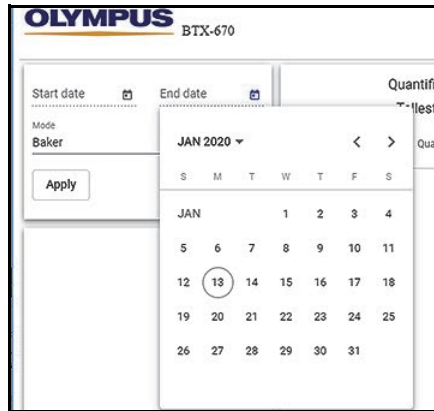

Figura 5-6 Cuadro de diálogo de fecha y modo
2. En el cuadro de diálogo de fecha y modo (**Date/Mode**) (ver Figura 5-6 en la página 79), use el calendario para hallar los resultados por fecha (opcional). Seleccione la fecha de inicio (**Start date**) y la fecha de fin (**End date**) para determinar un intervalo temporal.